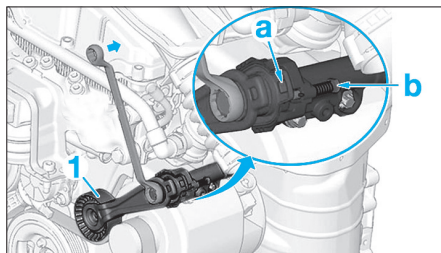

Fig. 1
- Agir sur le tendeur dynamique (1) (Fig.1) dans le sens horaire, jusqu'à faire coïncider l'encoche (a) avec la pîge (b) ; puis appuyer sur la pîge (b), afin de l'enclencher dans l'encoche (a).
- Débloquer la roue de friction (2) d'entrée de pompe à eau en tirant sur la languette (f).
- Agir sur le tendeur dynamique (1) (Fig.1) afin que la pîge (b) reprenne sa position initiale.